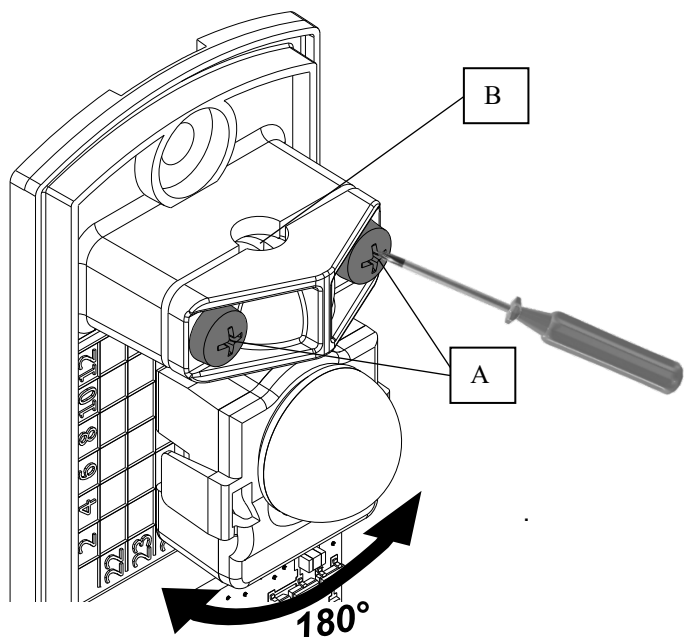

Fig. 1
- 1) Afloje ligeramente los tornillos de apriete de los cabezales giratorios "A" (fig. 1).
- 2) Oriente los cabezales TX y RX uno hacia el otro hasta que vea el LED rojo en el RX (fig. 1 y 2).
- 3) Una vez que el LED rojo se enciende, se detecta el haz. Para afinar el ajuste, siga el procedimiento 3. PUNTO DE PRUEBA. Puede utilizar la muesca "B" (fig. 1) con un destornillador plano.
- 1) 1) Slightly loosen the clamping screws of the rotating heads "A" (fig. 1).
- 2) 2) Orient the TX and RX heads towards each other until you see the red LED on the RX (fig. 1 et 2).
- 3) 3) Once the red LED lights up, the beam is detected. To fine-tune the setting, follow procedure 3. TEST POINT. You can use the notch "B" (fig. 1) with a flat screwdriver.